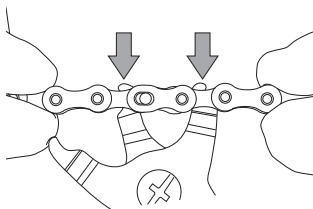

Fig.8
- Introduzca en los eslabenos internos, adyacentes al C-Link™, una pinza de cierre del falso eslabón con dientes de grosor inferior a 1,8 mm (Fig. 8).